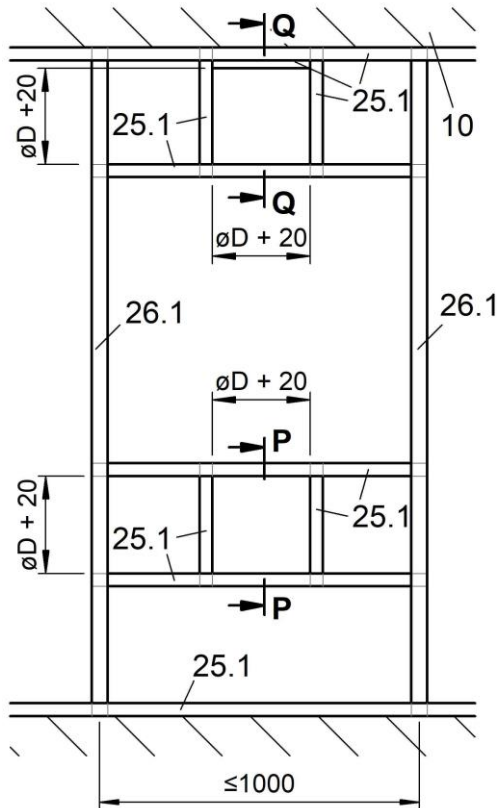

Abbildung 71: Metallständerwerk mit erforderlichen Auswehlungen für Trockeneinbau mit Anbaurahmen AR
- Metallständerwerk und Wand gemäß den Angaben des Wandherstellers herstellen und Auswehlungen entsprechend der Abbildung 71 vorsehen.